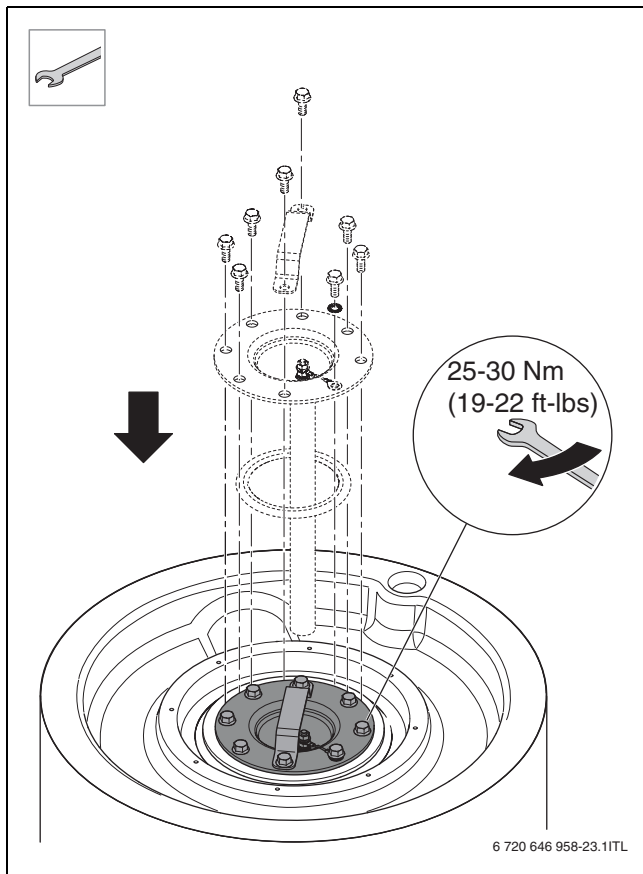

Fig. 24
- ▶ Fermer la fenêtre de contrôle en place avec un nouveau joint (→ fig. 24, page 58).